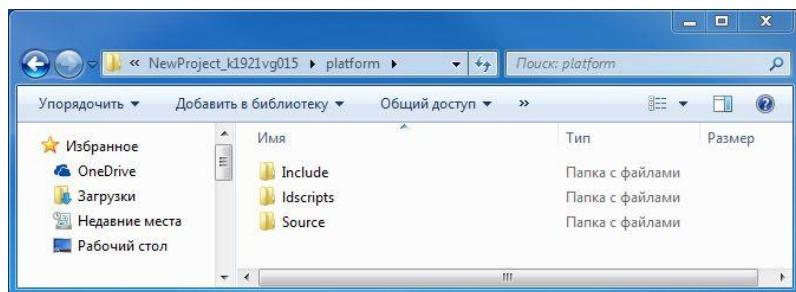

Рисунок 3.21 – Содержание каталога platform
2. Создать каталог под названием «platform» в каталоге с названием нового проекта в рабочей среде workspace (см. рисунок 3.21). Скопировать внутрь каталога «platform» каталоги «Include», «ldscripts», и «Source» (находятся в nillet\_riscv\_sdk\platform\Device\K1921VG015).